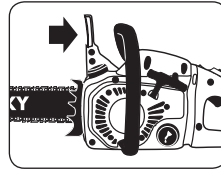

Fig. 7A
1. Le frein de chaîne n'est pas actionné (la chaîne se déplace) quand le levier du frein est tiré vers l'arrière et bloqué (Fig. 7A).